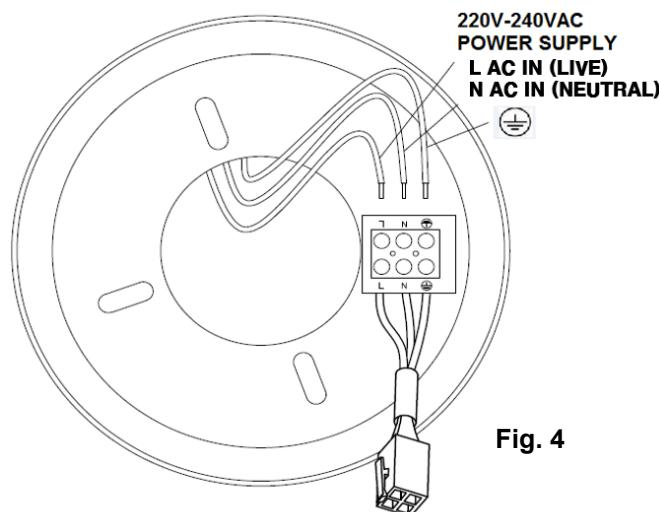

Fig. 4
- 그 후 메인 전원과 마운팅 브라켓에 있는 전기 배선(Fig 4)을 따라 연결합니다.
## 전기 배선 연결하기--- 배선도 (Fig. 4)